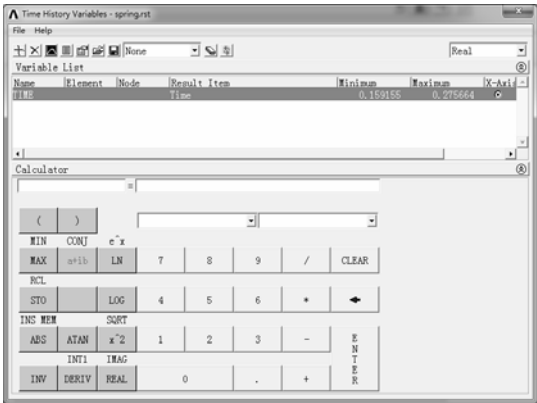

图 7-104 “Time History Variables”对话框
1) 选择“Main Menu>TimeHist Postpro”命令，弹出“Time History Variables”对话框，如图 7-104 所示。